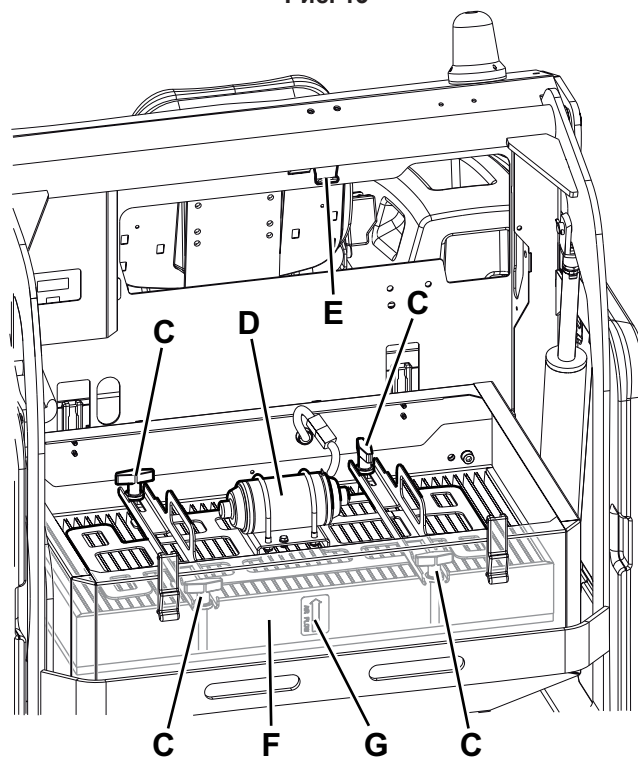

Рис. 14
5. Открутите ручки (С, Рис. 14) и снимите блок встряхивателя (D).
- Установите фильтр проволочной стороной (см. направление указываемое стрелкой (G, Рис. 14)) вверх.